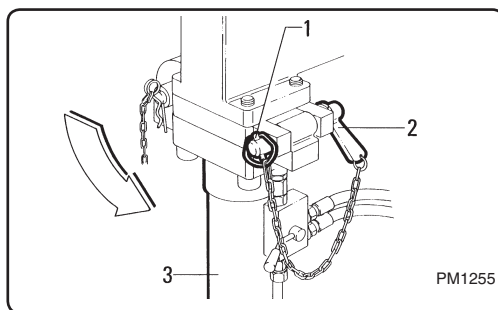

Fig. 6.7.11
- Sfilare i bracci stabilizzatori togliere la copiglia "1" (fig. 6.7.11) e sfilare il perno di bloccaggio "2".
- After extending the outrigger booms, the split pin "1" (fig. 6.7.11) and the fixing pin "2" should be removed.